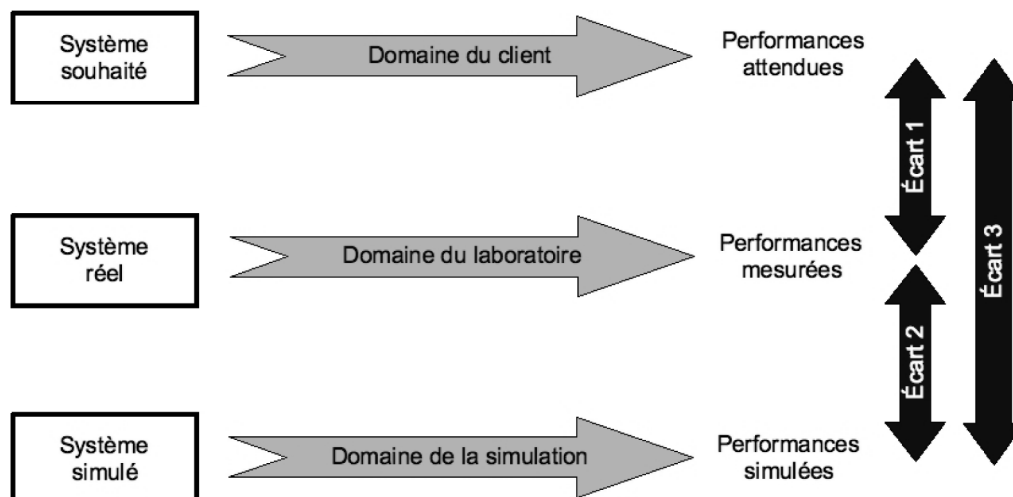

Figure 1 : représentation des différents écarts
- de vérifier les performances attendues d'un système, par l'évaluation de l'écart entre un cahier des charges et les réponses expérimentales (figure 1, écart 1) ;
- de proposer et de valider des modèles d'un système à partir d'essais, par l'évaluation de l'écart entre les performances mesurées et les performances simulées (figure 1, écart 2) ;
- de prévoir les performances d'un système à partir de modélisations, par l'évaluation de l'écart entre les performances simulées et les performances attendues au cahier des charges (figure 1, écart 3) ;